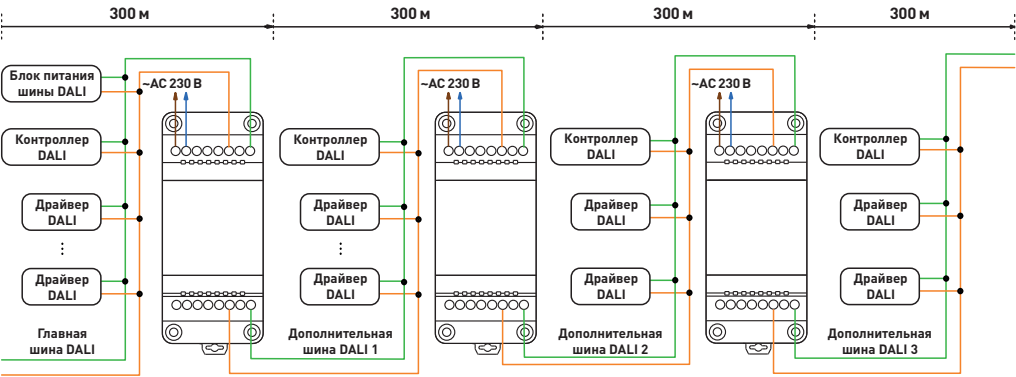

Рис. 2. Схема каскадного подключения, максимум 3 ретранслятора
- 3.3. Подключите блок питания согласно одной из следующих схем: рис. 2. или рис 3.